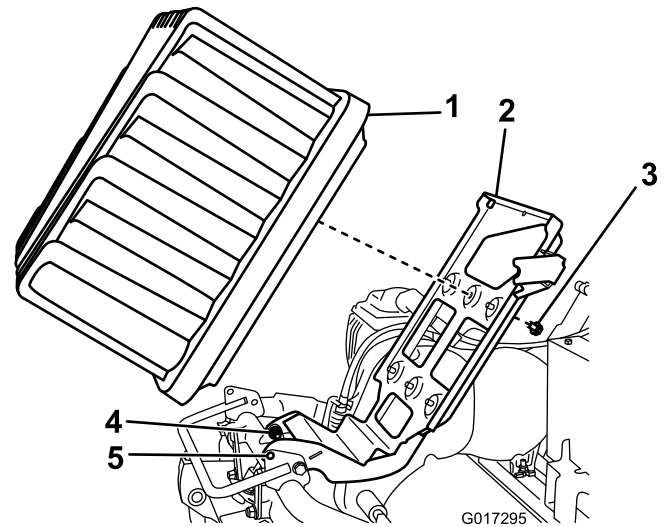

Bild 9
6. Heben Sie die Batterieplattform so weit an, bis die Arretierlöcher im Unterteil und Rahmen ausgefluchtet sind (Bild 9).
5. Lösen Sie die zwei Drehschrauben bzw. Muttern um eine halbe Umdrehung (Bild 9).